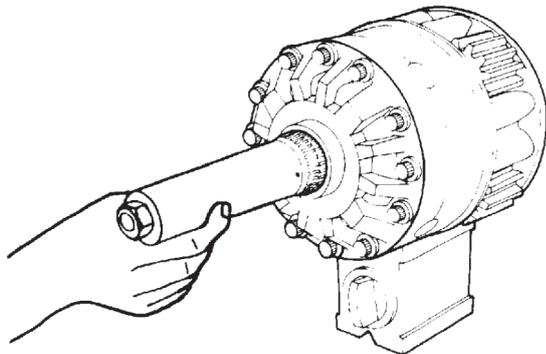

Figura 104
A. Imobilize a caixa dos satélites e introduza o dispositivo, que deverá se engajar com o entalhado de um dos planetários. (Figura 104);